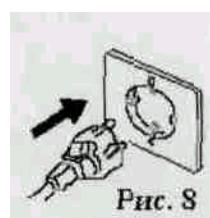

Рис. 8
- воткните вилку в розетку (рис. 8), включите электропитание посредством включения установленной фазы (рис.9)